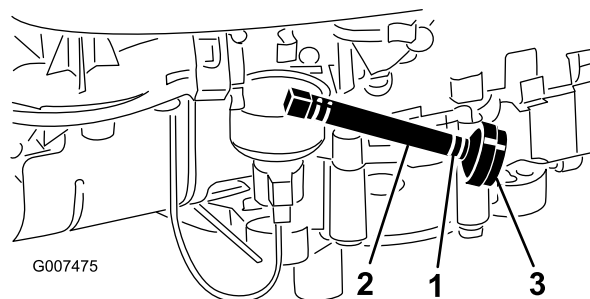

Figure 27
8. Pincez les extrémités du collier de fixation et poussez le collier en haut de la conduite d'alimentation, en direction du réservoir de carburant (Figure 27).
- Débranchez la conduite d'alimentation du filtre (Figure 27) et laissez l'essence s'écouler dans un bidon ou un bac de vidange.
**Remarque:** Le meilleur moment pour remplacer le filtre à carburant (Figure 27) est lorsque le réservoir à carburant est vide. Ne remontez jamais un filtre sale après l'avoir enlevé de la conduite d'alimentation.
- Pincez les extrémités des colliers et faites glisser ceux-ci pour les éloigner du filtre (Figure 27).